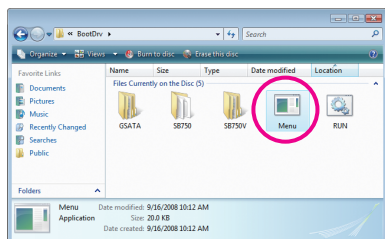
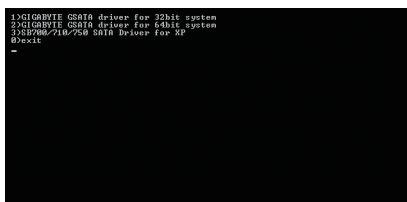

図 2
図 3
2. 光学ドライブフォルダから、BootDrv フォルダの Menu.exe ファイルをダブルクリックします (図 2)。図 3 のようなコマンドプロンプトウィンドウが開きます。
3. 空のフォーマット済みディスクを挿入します。メニューから対応する文字を押すことでコントローラドライバを選択し、<Enter> を押します。例えば、図 3 のメニューから、RAID/AHCI ハードドライブに Windows XP をインストールするには、XP に対して 3) SB700/710/750 SATA Driver for XP を選択し、<Enter> を押します。